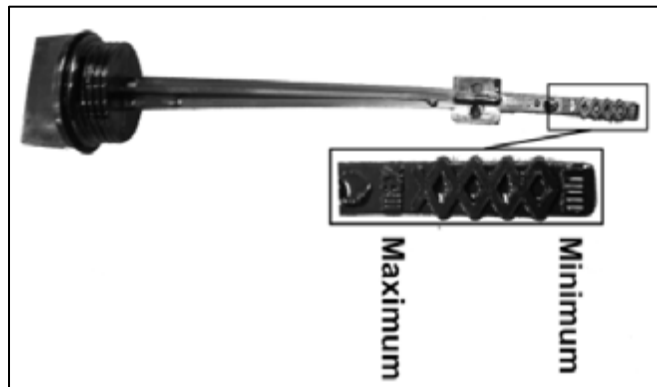

Рис..10-2
- Проверьте уровень масла. Уровень масла должен находиться между отметками **“MAX”** и **“MIN”** на щупе (рис. 10-2). Если уровень вблизи нижней метки, налейте до верхней метки.